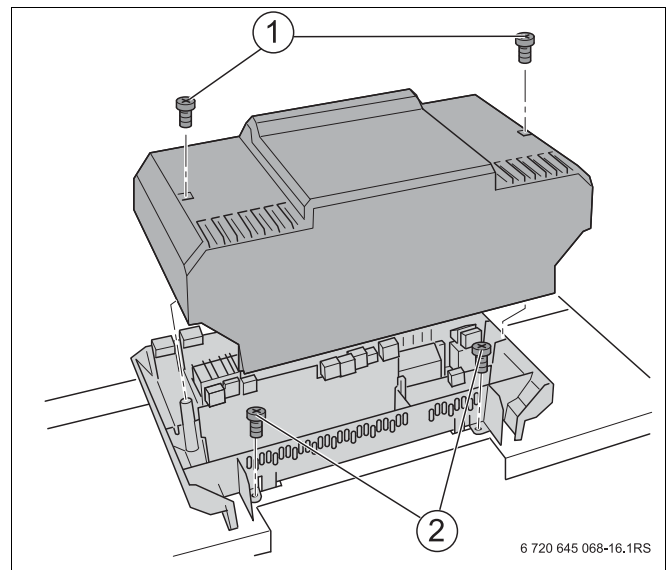

Рис. 15 Снятие верхней крышки
- Выверните винты из верхней крышки системы управления (Рис. 15, **поз. 1**) и снимите крышку.
- Закрепите систему управления саморезами (Рис. 15, **поз. 2**).